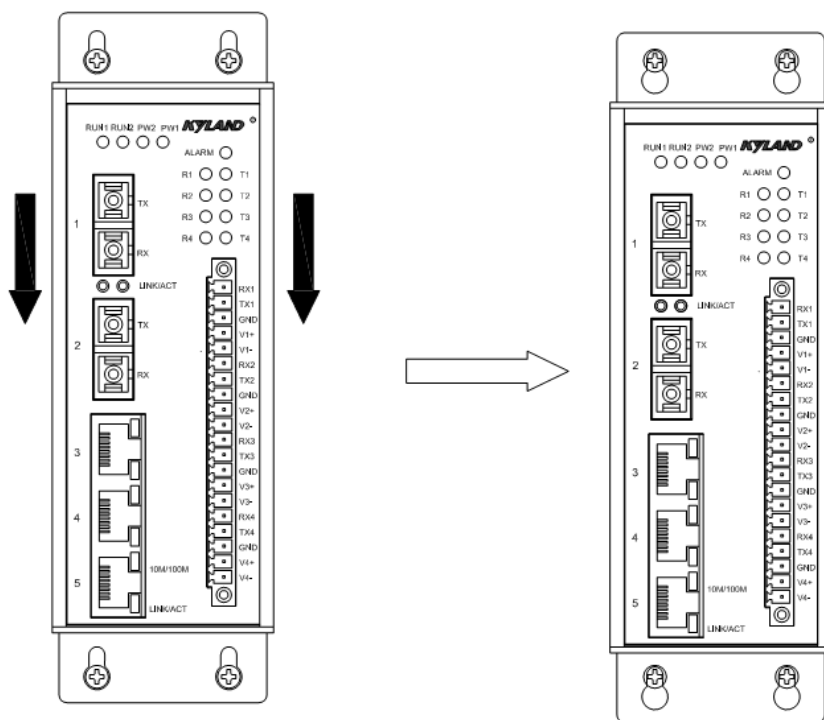

图 4-5 壁挂式安装过程示意图
4. 在墙壁上固定好螺钉后，将 SICOM3005 装到选定的位置，使 4 个螺钉穿过壁挂板上 4 个 $\Phi 6.5$ 的孔。向下滑动 SICOM3005。如图 4-5 所示。拧紧 4 个螺钉。SICOM3005 就被牢固地安装在墙壁或机柜内壁上了。